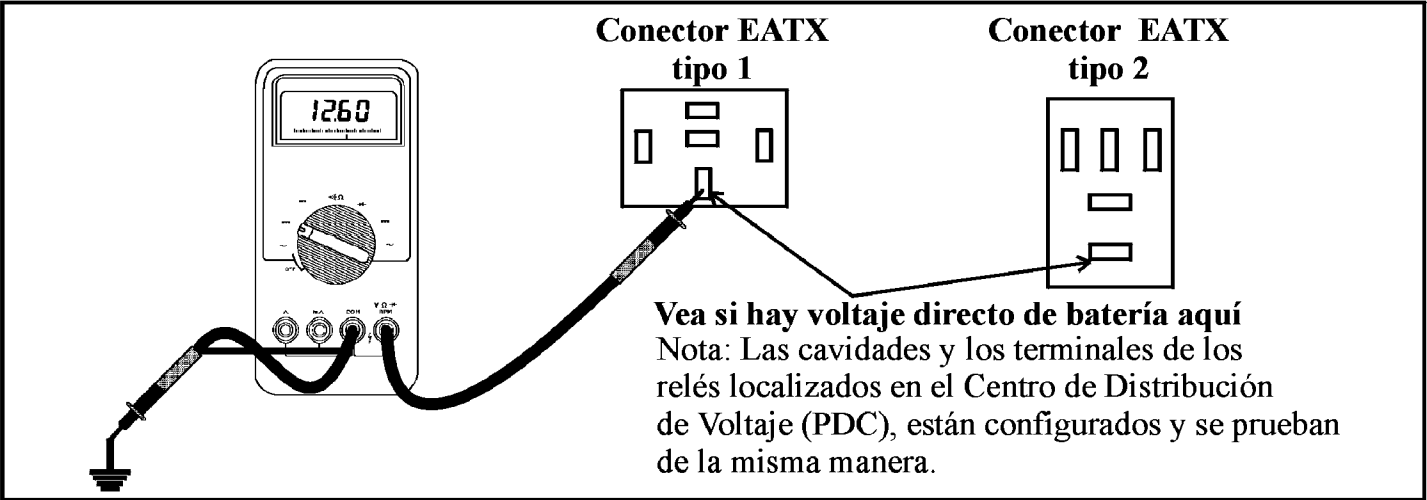

Figura 15
- Desconecte el relé EATX. Con un voltímetro fijado para medir voltaje DC vea si hay voltaje directo de batería en el conector, como se ve en la figura 15. Si no hay voltaje, podría ser que hay un alambre averiado o un fusible o alambre fusible quemado (Vea las figuras 8 a 10). Si hay voltaje, vaya al proximo paso.